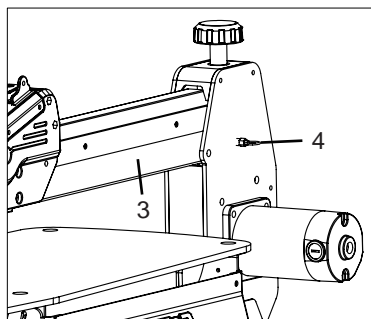

FIGURE 7
3. Levez le bras supérieur (Fig. 7, 3) de la scie.
5. Tirez l'anneau (Fig. 7, 4) vers l'extérieur, baissez le bras supérieur. Ceci bloquera le bras en place. Pressez doucement sur le bras pour vérifier qu'il est bloqué en position.